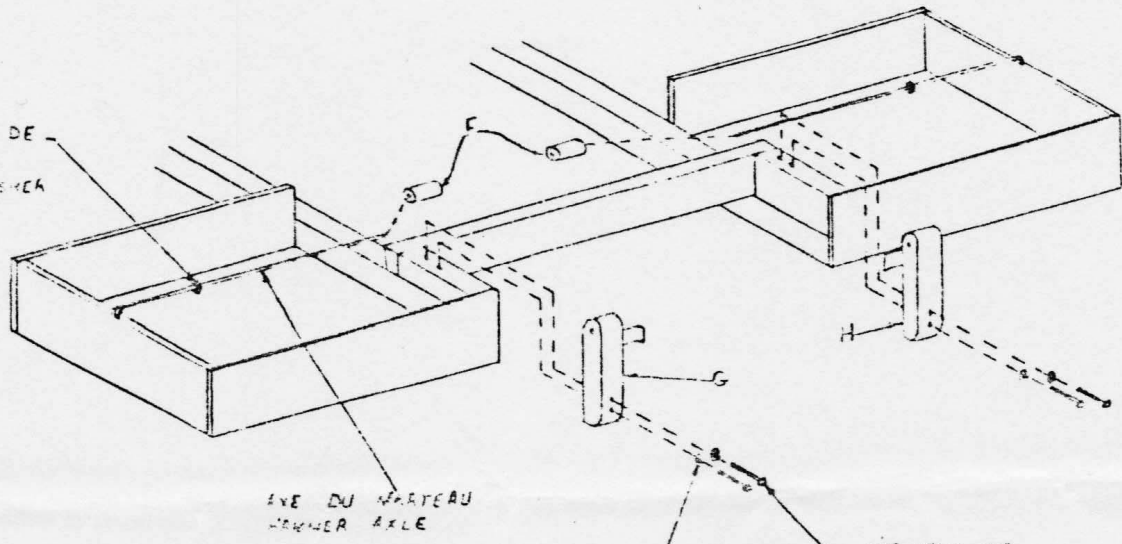

Fig. 3
Insert the two (2) spacers "F" in each of the hammer axles. It may be necessary to move the rubber washers. Place the hammer axle supports "G" and "H" on the beater, taking care of inserting the end of the hammer axles in the supports. Screw the supports with four (4) screws No 14 X  $2\ 1/2"$  and four (4) washers  $1/4"$ . Slide the rubber washer and the spacer against the support (Fig. 3).
Insérer les deux (2) espaceurs "F" dans chacun des axes de marteaux. Il sera peut-être nécessaire de déplacer les rondelles de caoutchouc. Placer les supports d'axes des marteaux "G" et "H" sur le battant en prenant soin d'insérer l'extrémité des axes des marteaux dans les supports. Visser les supports avec quatre (4) vis No.14 X 2 1/2" et quatre (4) rondelles 1/4" (Fig. 3). Glisser la rondelle de caoutchouc et l'espaceur tout contre le support.